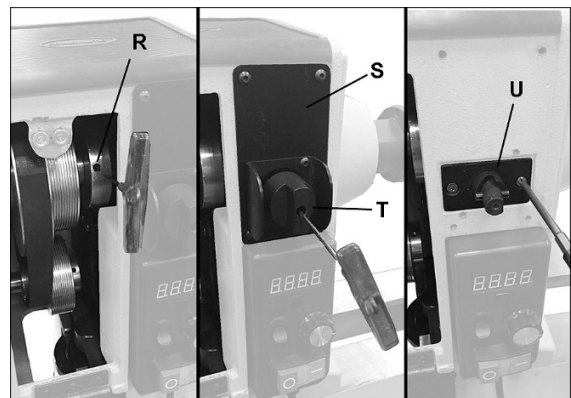
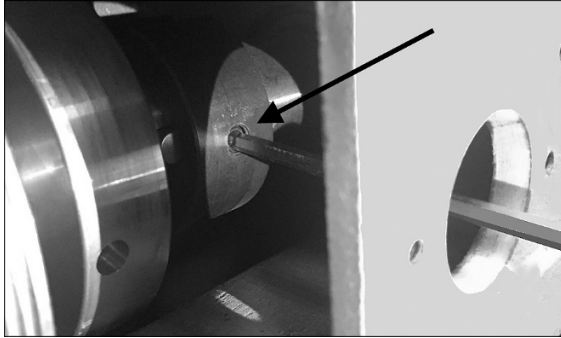
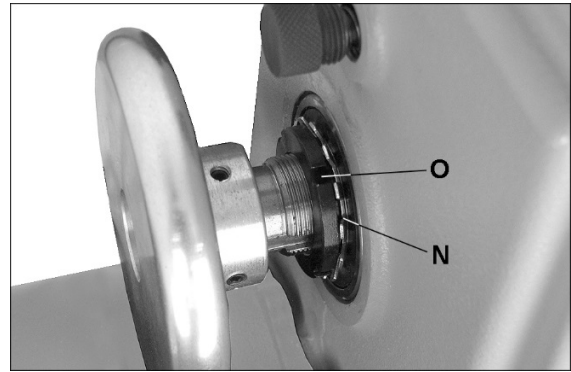

Рис. 8-10: кольцо датчика и стопорное кольцо шпинделя
Рис. 8-11: ослабьте стопорное кольцо шпинделя
Рис. 8-12: устранение люфта шпинделя
5. Открутите зажимную гайку подшипника (O, Рис. 8-10) и многолапчатую шайбу (N, Рис. 8-12).
6. Ослабьте два установочных винта на кольце датчика (R, Рис. 8-10).
7. Снимите пластину (S, Рис. 8-10) и переключатель блокировки шпинделя (T, Рис. 8-10). Выньте внутреннюю пластину (U, Рис. 8-10), заведите шестигранный ключ в отверстие и ослабьте установочный винт в стопорном кольце шпинделя (Рис. 8-11).
11. Установите многолапчатую шайбу и зажимную гайку подшипника (N/O, Рис. 8-12). Проверьте люфт шпинделя в осевом направлении (см. раздел 8.13).
13. Установите на место пластины и переключатель блокировки шпинделя (Рис. 8-10).
1. При помощи отвертки аккуратно отогните лапки на шайбе (N, Рис. 8-12), которые фиксируют гайку подшипника (O, Рис. 8-12).
2. Вставьте конец отвертки с плоским шлицем в один из пазов на зажимной гайке (O, Рис. 8-12).
3. Стукните по ручке отвертки молотком так, чтобы зажимная гайка (O, Рис. 8-12) затянулась по часовой стрелке. Закручивайте зажимную гайку подшипника примерно на 1,5 мм за раз.
5. После того, как зажимная гайка (O, Рис. 8-12) была отрегулирована, аккуратно загните на место лапки на шайбе (N, Рис. 8-12).